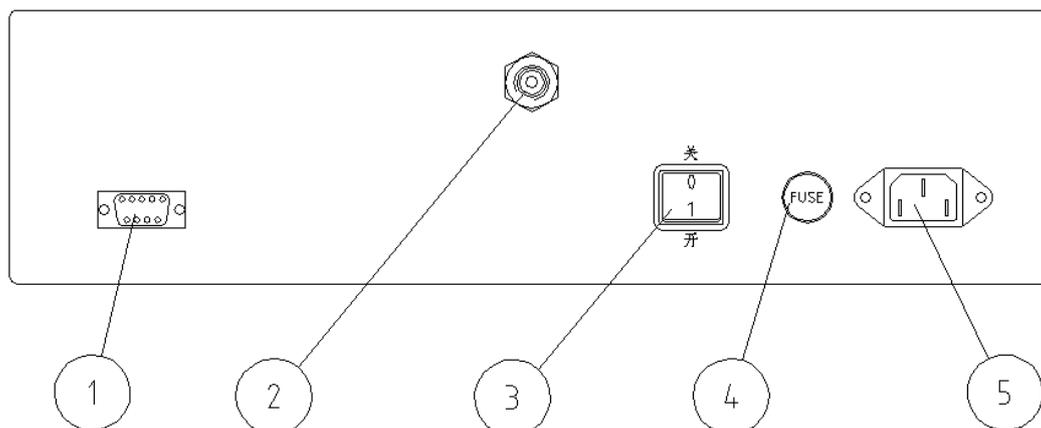

Figure 3 Vue de l'arrière de l'appareil
- Branchez le câble d'alimentation et le câble de communication comme cela est illustré sur la figure 3.
Avant de brancher l'alimentation en gaz, retirez le tube en PU de $\Phi 4$ (100 mm) qui se trouve dans le raccord destiné au tube de gaz (2 sur la figure 3).
Branchez l'alimentation en gaz sur le raccord du tube de gaz (2 sur la figure 3) à l'aide d'un tube en PU de $\Phi 4$.